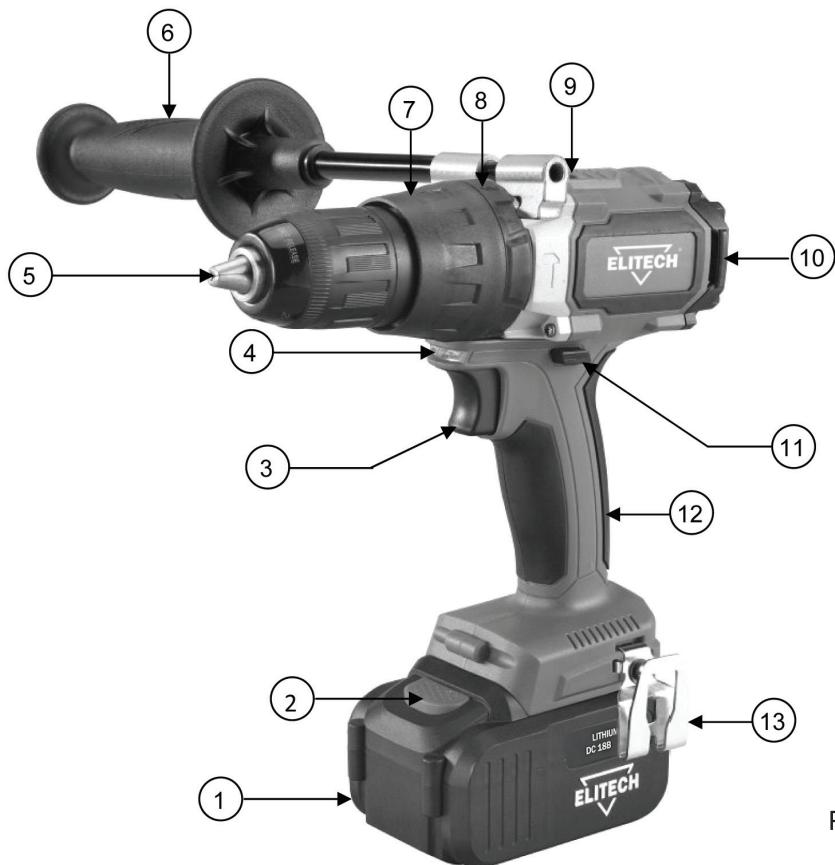

Рис. 1
- Извлеките аккумулятор 1 (Рис. 1) из прибора, нажав на кнопку разблокировки аккумулятора 2 (Рис. 1) и потянув аккумулятор из устройства.
Перед установкой аккумуляторного блока в инструмент, всегда проверяйте, что выключатель 3 (Рис. 1) работает надлежащим образом и возвращается в положение «ВЫКЛ», если его отпустить.
Данный инструмент имеет переключатель направления вращения 11 (Рис. 1).
Для изменения скорости вращения шпинделя инструмента, сначала остановите инструмент, затем переведите рычаг переключения скорости вращения 9 (Рис. 1) в положение «2» для высокой скорости или в положение «1» для низкой скорости. Перед эксплуатацией убедитесь в том, что рычаг переключения скорости установлен в надлежащее положение. Используйте надлежащую скорость вращения для Вашей работы.
Для выбора режима работы поверните кольцо 8 (Рис. 1) в нужное положение (сверление/закручивание с установленным моментом/ сверление с ударом).
Примечание! Для работы с установленным крутящим моментом кольцо 8 (Рис. 1) должно находиться в положении закручивание.
Крутящий момент затяжки можно регулировать в 24 положениях путем поворота регулировочного кольца 7 (Рис. 1), чтобы его градации совмещались с указателем на корпусе инструмента. Крутящий момент затяжки минимален, когда цифра 1 совмещена с указателем, и максимален, когда цифра 24 совмещена с указателем.
Аккумуляторная дрель оснащена автоматической блокировкой шпинделя. Для замены рабочей оснастки поворачивайте втулку патрона 5 (Рис. 1) против часовой стрелки. Зажимные кулачки патрона разойдутся. Вставьте оснастку (сверло или биту) в зажимной патрон как можно глубже. Затем поворачивайте втулку патрона по часовой стрелке для затяжки кулачков патрона. Крепко затягивайте оснастку в патроне, чтобы она не вылетела из патрона в процессе работы.
Аккумуляторная дрель оснащена светодиодной подсветкой 4 (Рис. 1), которая активируется каждый раз, когда происходит нажатие на выключатель 3 (Рис. 1) и продолжает гореть в течение 7 секунд после того, как Вы отпустили выключатель. Луч света направлен на рабочую зону и освещает ее при недостаточном освещении.
Для сверления установите регулировочное кольцо 8 (Рис. 1) в положение сверление.
Для сверления с ударом установите регулировочное кольцо 8 (Рис. 1) в положение сверление с ударом (молоток).